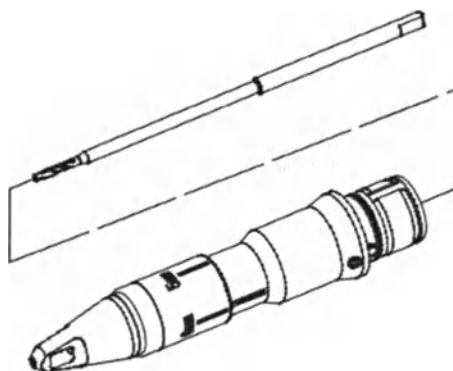

Рисунок 1. Вставка режущего приспособления
1. Вставьте режущее приспособление в ближний конец насадки. Вставьте режущее приспособление в держатель до упора (рис. 1).